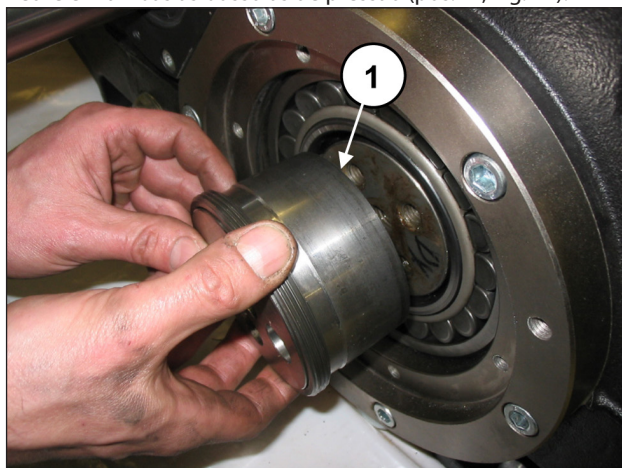

Fig. 21
Retire em ambas as bússolas de pressão (pos. ①, Fig. 21).